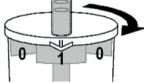

Abb. 3
4. W celu pobrania pierwszego polipa należy obrócić naczynie tak, aby strzałka wskazywała na cyfrę "1" (Rys. 3).